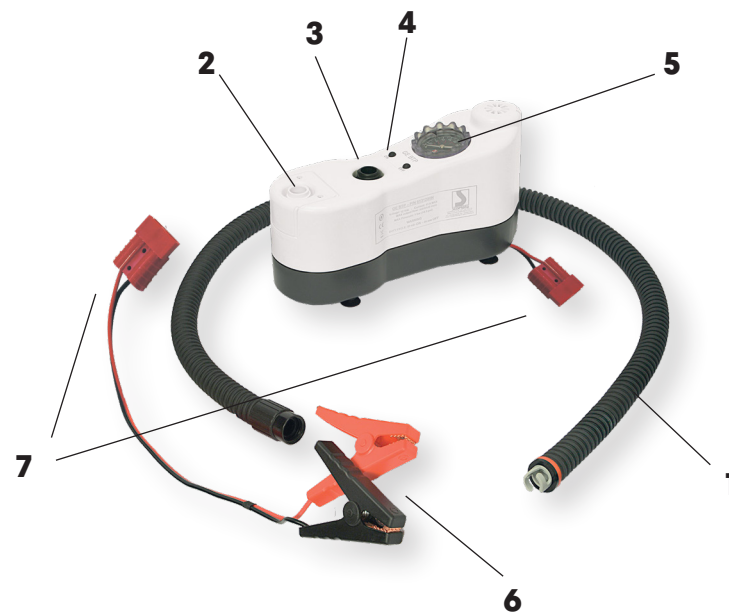

Fig. 1
2. Conecte el otro extremo de la manguera al puerto de inflado (OUT - punto 3 fig.1) del inflador.
3. Conecte el cable con pinzas de cocodrilo (punto 6 fig.1) a una batería externa.
4. Conecte el conector universal BMC2S al inflador. (punto 7 fig.1)